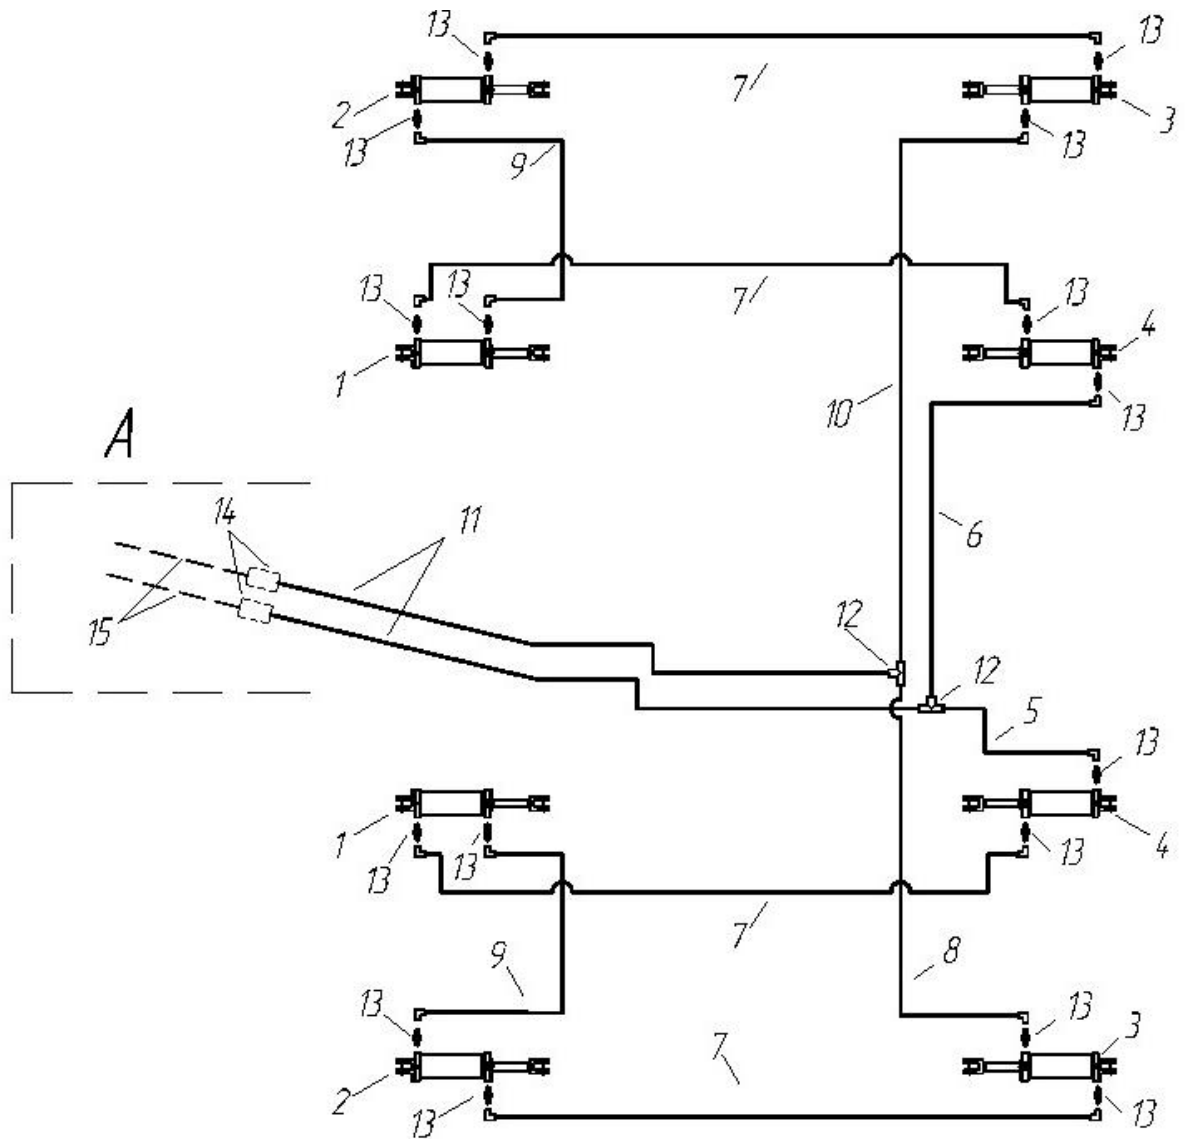

Рис.4.5.3 Схема установки гидроцилиндров и шлангов ПК-8.5,9.7,12.2 (гидросистема регулировки глубины заделки)
**Внимание!** С особой внимательностью подойдите к сборке гидросхемы. Неправильная сборка может привести к поломке посевного комплекса уже на стадии сборки и прокачки гидросистемы. Например, если неправильно подключить (подать на одном цилиндре давление в штоковую полость, а на втором – в поршневую) задние гидроцилиндры на центральной раме (поз.4, рис.4.5.3, 4.5.3.1, 4.5.3.2), то может произойти скручивание поворотного вала (п.7, рис.7.1.1). Это приведет к изменению геометрии рам всего посевного комплекса и нарушению равномерности глубины обработки и высева семян по ширине захвата.